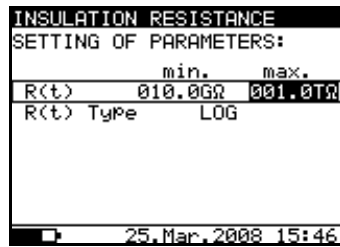

Bild 15. Einstellmenü für das R(t)-Diagramm
- Drücken Sie die Taste **SELECT**, um die Parameter für **Graph R(t)** einzustellen, siehe **Bild 15**. Drücken Sie die Taste **ESC**, um zum Grund-Einstellmenü in der Funktion **Isolationswiderstand** zurückzukehren.